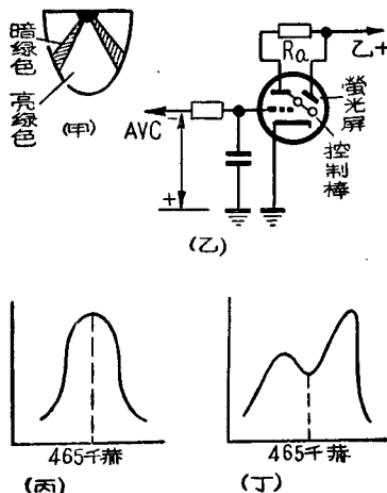

图 2.3
2.8 問：国产調諧指示管 6 E 1 (6 E 1 II) 的熒光屏上受电子射击的地方是暗綠色部分还是亮綠色部分(參看图 2.3, 甲)？用这样的指示管，为什么大多数收音机将电台調到音质最好时亮綠色部分最大，而有个別收音机却最小？
答：熒光屏上受电子撞击的地方是亮綠色部分，暗綠色部分是电子受控制棒负电位排斥而射击不到的阴影部分。当調諧电台时，調到中頻变压器曲綫的最高点，自动控制的负电压也最大，这负电压加到指示管的柵极上，使三极管部分屏流最小，屏极电压最高，控制棒对熒光屏的负电位也就最小(图 2.3, 乙)，电子能較多地射向熒光屏，所以亮綠色部分张开最大；同时中頻变压器曲綫最高点也对正中頻频率(图 2.3, 丙)，工作正常，
音质也最好。但个别收音机如果中频变压器制作和调整不良，具有图2.3，丁那样的曲线，则当调谐旋钮转到对准曲线最高点时，指示管的亮绿色部分也张得最大，但没有对准中频频率，而且输入电路也失谐，失真很大，音质很差，而当调谐旋钮转到对准中频频率时音质最好，但输出最小，所以亮绿色部分也最小。